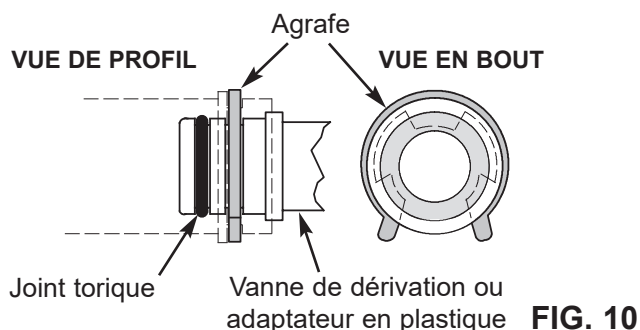

FIG. 10
- Enclenchez les deux grandes agrafes en plastique sur les orifices d'entrée et de sortie, de haut en bas (cf. Figure 10). Vérifiez qu'elles s'enclenchent bien. Tirez la vanne de dérivation ou les adaptateurs de montage pour vérifier qu'ils sont bien fixés.